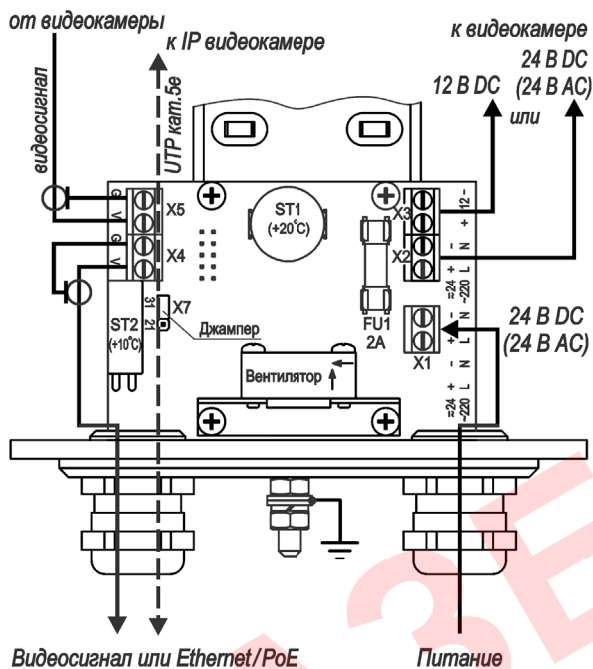
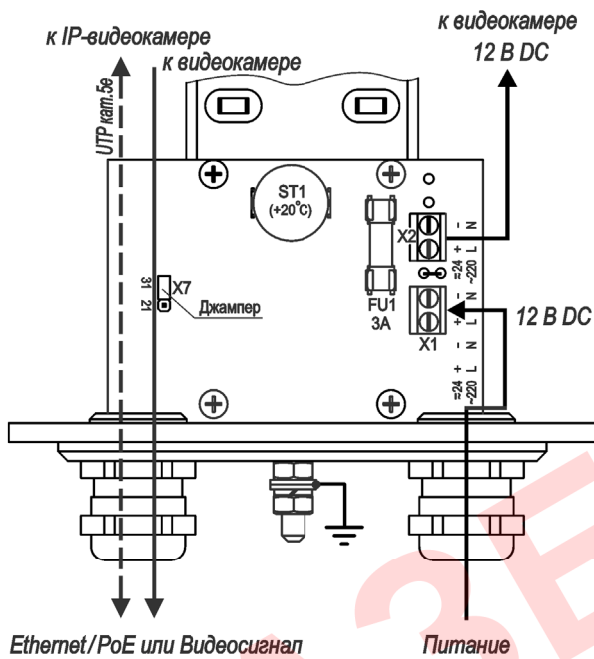

Рисунок 3 – Подключение ТГБ-9У-24/12
Рисунок 9 – Подключение ТГБ-9У-12
*** Предприятием-изготовителем в ТГБ-9У-24/12 джампер Х7 установлен в положение «31» – мощность обогрева 33 Вт, для изменения мощности на 22 Вт джампер необходимо переставить в положение «21» (см. рисунок 3), в ТГБ-9У-220/12 джампер Х7 установлен в положение «25» – мощность обогрева 33 Вт, для изменения мощности на 22 Вт джампер необходимо переставить в положение «17» (см. рисунок 4), в ТГБ-9У-12 джампер Х7 установлен в положение «31» – мощность обогрева 16 Вт, для изменения мощности на 11 Вт джампер необходимо переставить в положение «21» (см. рисунок 9).